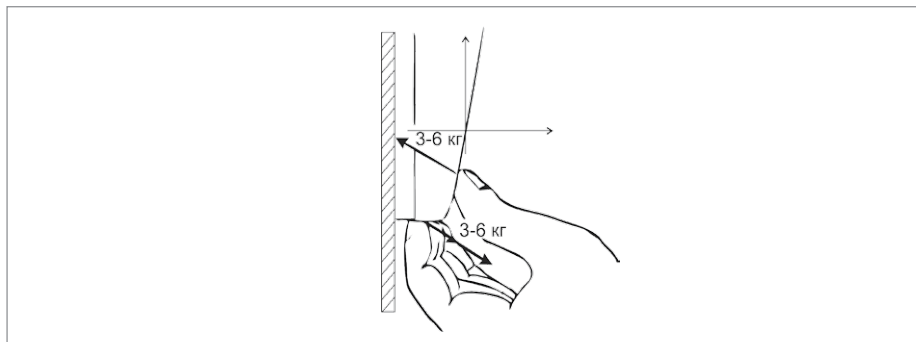

Рисунок 11. Снятие передней панели блока
3. Снимите переднюю панель блока, изогнув ее относительно точки «0» в соответствии с рис. 11. Большие пальцы расположите над защелками и как можно ближе к точке «0».